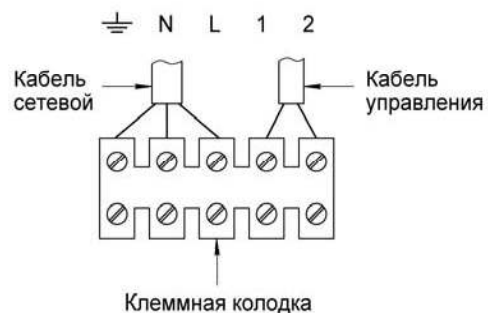

Рис.4 Схема подключения
6.5 Пульт управления подключать в соответствии с электрической схемой завес (см. рис.2 и рис.3 Приложения) и схемой подключения (см. рис.4 Приложения). Для подключения использовать двухжильный кабель сечением медной жилы 0,5 - 1,0 мм2.
- отвернув два самореза, снять крышку на верхней стенке корпуса завесы и подключить кабель к клеммной колодке завесы в соответствии с электрической схемой и рис.4 Приложения.
6.6 Подключение завесы к электросети осуществляется через автоматический выключатель **после подключения пульта управления**. Для этого необходимо подключить силовой кабель к клеммной колодке завесы в соответствии с рис.4 Приложения. Для подключения использовать трехжильный кабель сечением медной жилы не менее 1 мм2.